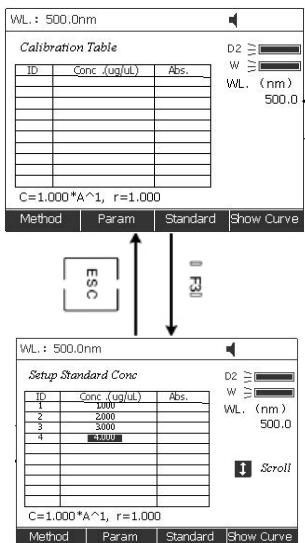

Fig. 4.4
4) Configurar las muestras estándar. Pulse F3 para configurar el estándar (Fig. 4.4), introduzca las concentraciones de las muestras estándar correspondientes según la indicación y pulse [ENTER] para confirmar. Los usuarios pueden utilizar las teclas y para escoger el valor introducido y la tecla [CLEAR] para borrar, introducir un nuevo valor y confirmar pulsando [ENTER]. Pulse [ESC] para cancelar después de introducir los datos.